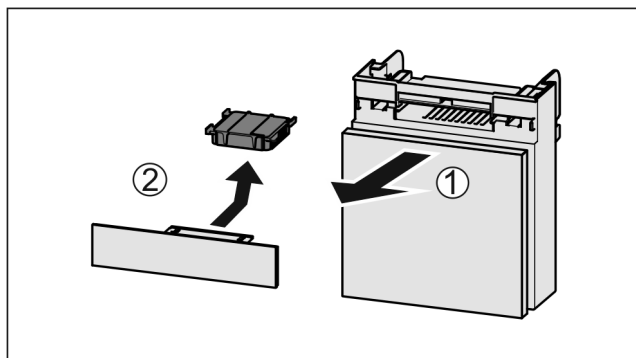

Fig. 160
- Extraire le compartiment par l'avant Fig. 160 (1).
- Sortir le filtre à charbon actif Fig. 160 (2).